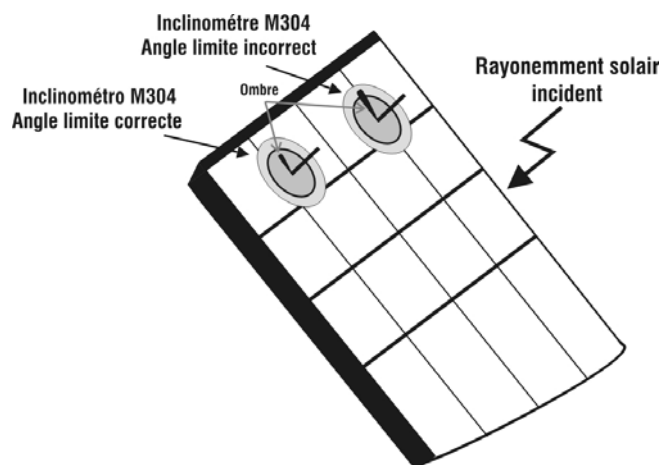

Fig. 7b : Positionnement inclinomètre
16. Monter la tige sur le disque de l'accessoire M304 (inclinomètre) fourni de dotation et le garder posé sur le plan du module. **Vérifier que l'ombre de la tige projetée sur le disque tombe dans le « cercle concentrique limite » se trouvant à l'intérieur du disque même (voir Fig. 7b). Autrement, l'angle entre les rayons du soleil et la surface du module est trop élevé et les mesures effectuées par l'instrument NE sont donc PAS à considérer comme fiables. Répéter les opérations dans d'autres moments de la journée**